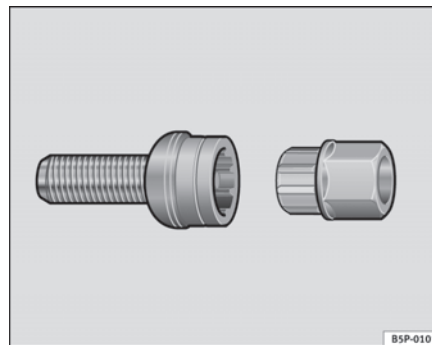

Abb. 137 Diebstahlhem-
- Setzen Sie den Adapter bis zum Anschlag in der diebstahlhemmenden Radschraube ein ⇒ Seite 214, Abb. 137.